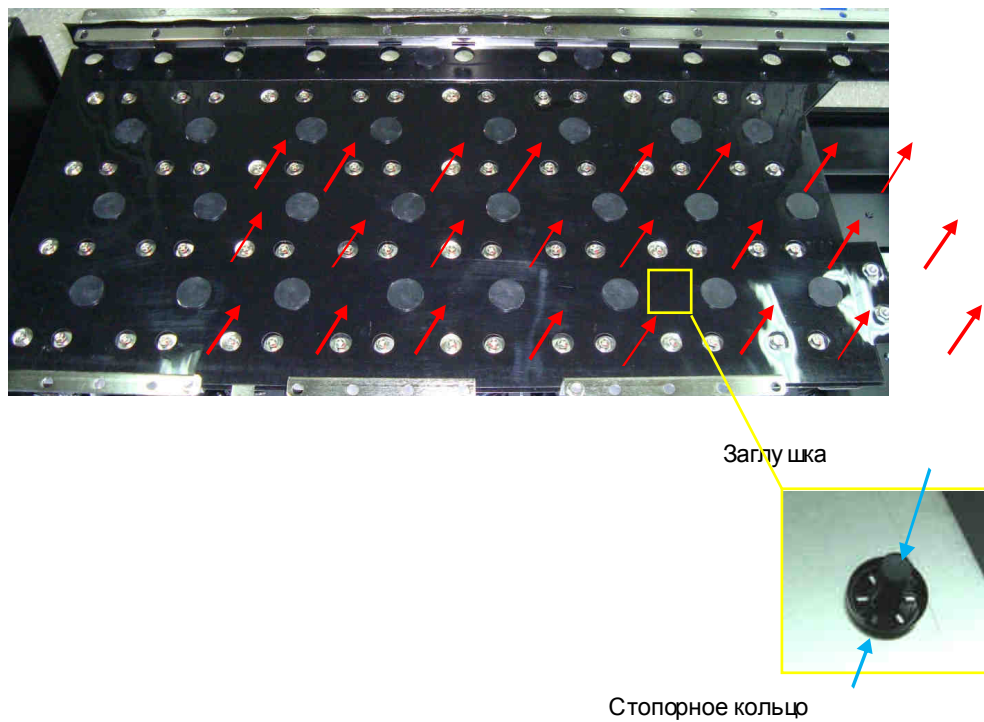

Рис. 6.25.
6.12.4. Разобрать шинную сборку, для чего демонтировать 24 крепления шинной сборки, отжав на каждом креплении фиксаторы стопорного кольца и сняв стопорное кольцо с заглушки (рис. 6.25). Отделить изолирующие прокладки от шин и положить шины и прокладки в тару.